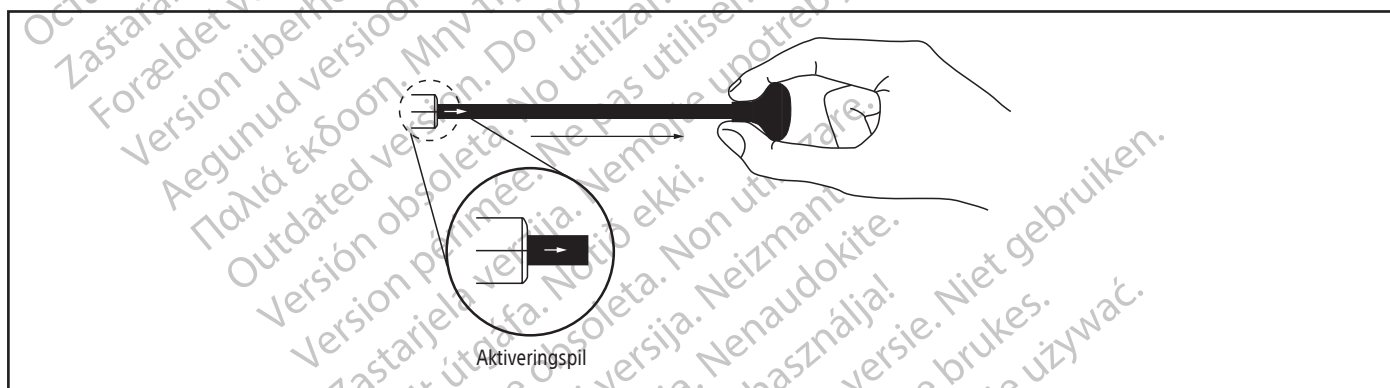

Bild 3. På långa stent (150 mm, 180 mm och 200 mm) måste utvidgningen fullbordas genom att draggreppet dras tillbaka när den vita aktiveringspilen syns.
2. Fortsätt att rulla på tumhjulet tills mellanskaftets röntgentäta markörband [5] passerar de proximala röntgentäta markörerna på stenten, vilket resulterar i fullständig utvidgning, eller tills aktiveringspilen syns på draggreppets förlängningsskaft (för 150 mm-, 180 mm- och 200 mm-stent), vilket indikerar att aktivering med draggreppet krävs för att fullborda stentutvidgningen (**bild 3**).